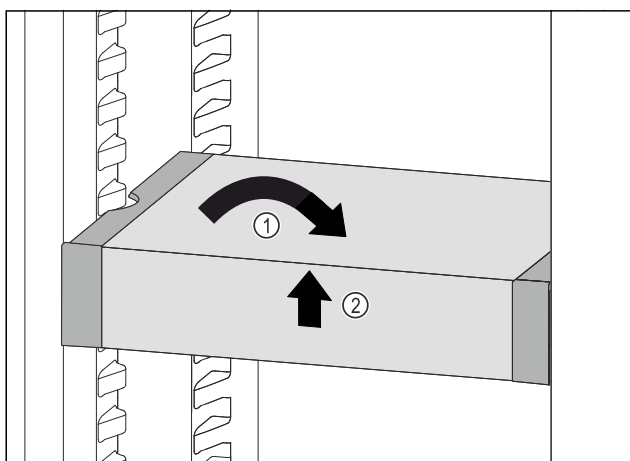

Fig. 48
- VarioSafe postavte rovno. Fig. 48 (1)
- VarioSafe nadvihnite vpred. Fig. 48 (2)